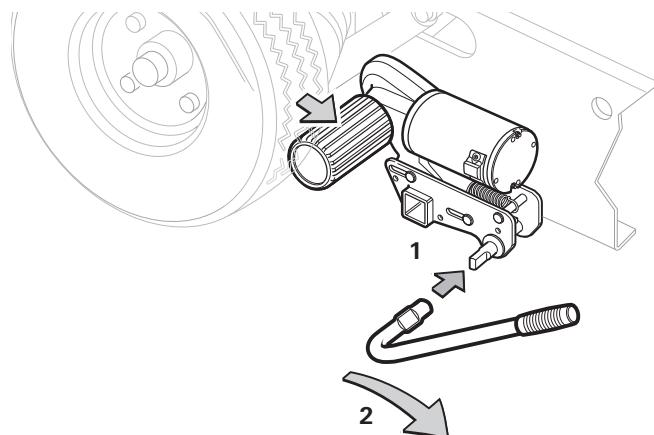
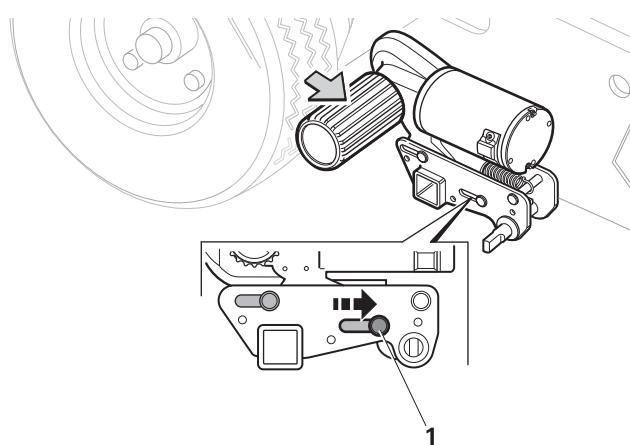

Figura 9
Figura 10
- Introducir la palanca de presión en el eje de presión (figura 9 - 1).
- Girar la palanca de presión en la dirección de la flecha (en dirección opuesta a la rueda del vehículo) (figura 9 - 2) hasta que el rodillo impulsor encaje de modo seguro en la posición final. El indicador de posición de la carcasa está ahora establecido en «X» (figura 10 - 1).